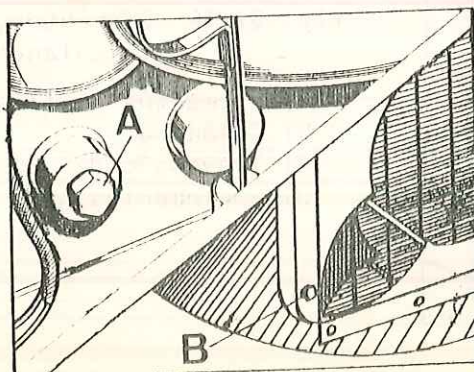

Fig. Q1-13 Tapones de vaciado
- 2.3. Quitar el tapón de llenado del radiador y vaciar el refrigerante, desmontando el tapón, A (Fig. Q1-13) del bloque, y el tapón de drenaje, B, del radiador.